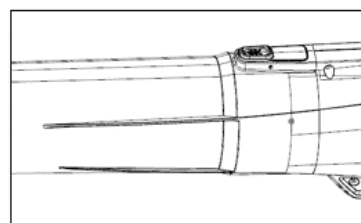

Fig 3
3. Empuje el tubo hacia la carcasa del soplador hasta que el pestillo encaje en su lugar (Fig. 3).